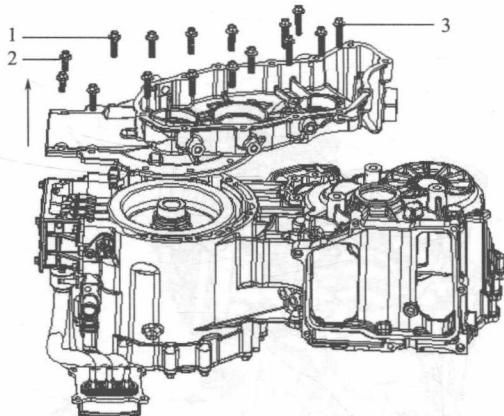

图 1-1-6
(3) 电动机端盖(减速器前箱体)拆卸与安装
① 用扳手将 M8×30 法兰面螺栓 1、M8×20 法兰面螺栓 2 和 M8×35 法兰面螺栓 3 拧下 (图 1-1-6)。
② 用专用工具将端盖慢慢从后箱体上取下来，待端盖内轴承与转轴轴承脱离后，轻轻抬起端盖，将温度传感器接插件的两个绝缘体分离，由于之前装端盖时在接合面处涂抹了密封胶，在盖板拆下后要对电动机内部进行清洁，不得让异物掉入电动机内部。
③ 当对电动机内部进行维修后，要对端盖进行安装。安装盖板时，先在后箱体接合面